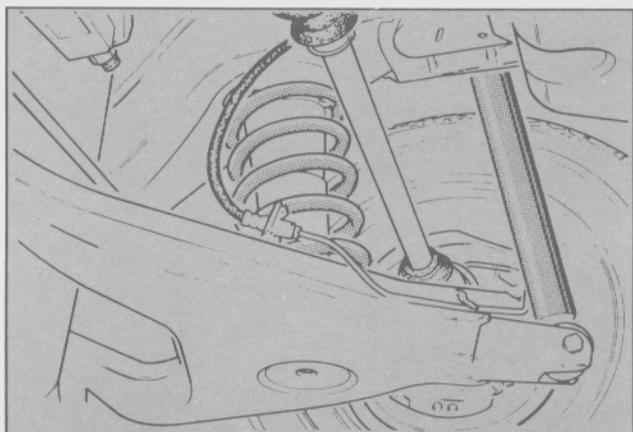

Fig. 50. Amortiguador y muelle helicoidal
- Retirar el resorte de suspensión con su asiento de goma (Fig. 50).